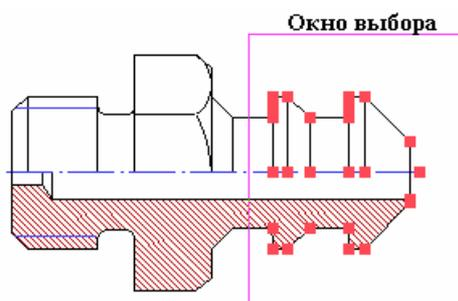

Рисунок 18
3. Укажите противоположный угол окна выбора так, чтобы все узлы, которые мы хотим переместить попали в окно (см. Рисунок 18). Выбранные узлы подсвелятся.